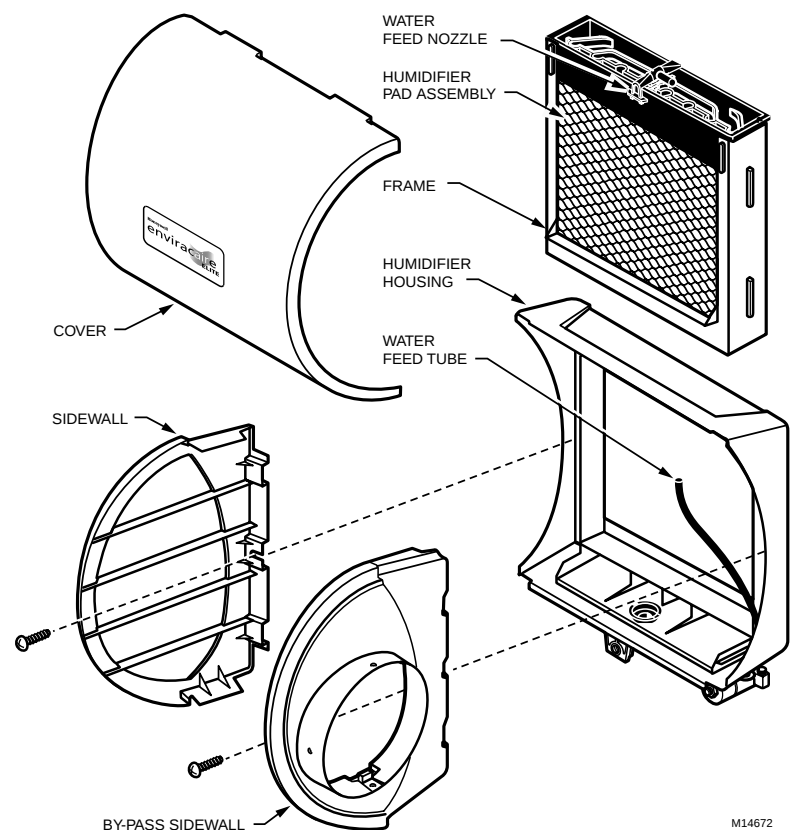

Fig. 2. Composants de l'humidificateur.
4. Démonter l'humidificateur. Enlever le couvercle et retirer l'ensemble écran évaporateur d'humidificateur. Voir la Fig. 2.